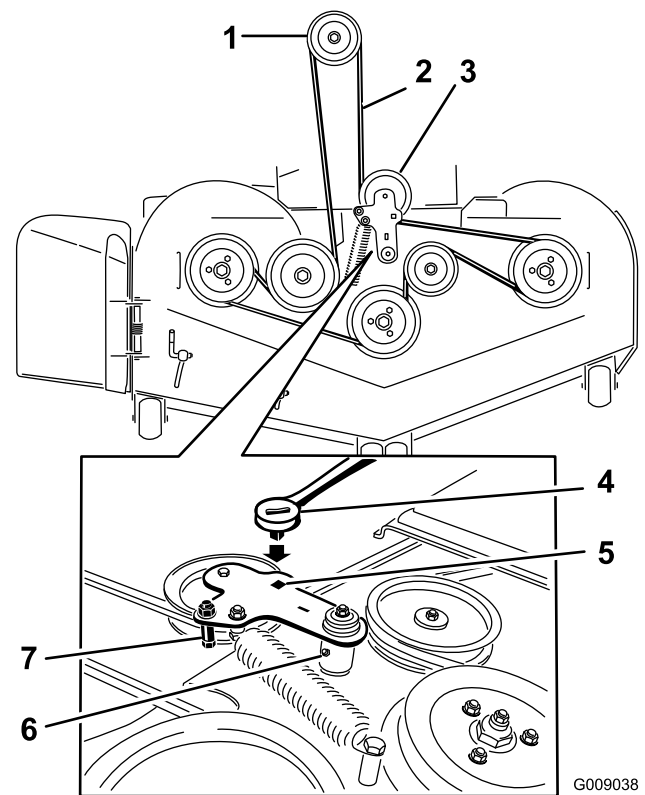

Figure 81
10. Montez le guide de courroie sur le bras de la poulie de tension, comme montré à la Figure 81.
11. Insérez le rochet dans le trou carré et montez le ressort de la poulie de tension (Figure 81).
5. Insérez un rochet dans le trou carré du bras de la poulie de tension pour détendre le ressort de la poulie de tension (Figure 81).
7. Enlevez le guide de courroie situé sur le bras de la poulie de tension rappelée par ressort, comme montré à la Figure 81.
9. Acheminez la courroie neuve autour des poulies du tablier de coupe et de la poulie d'embrayage, sous le moteur (Figure 81).